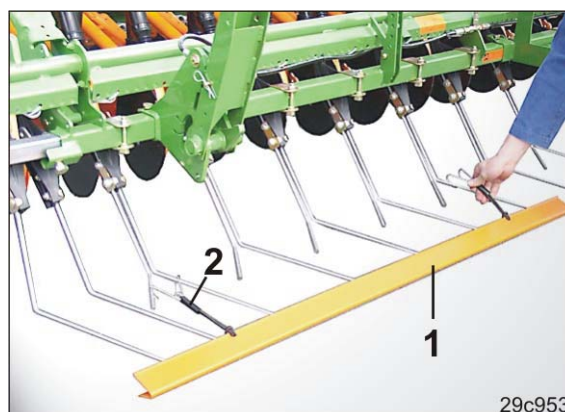

Fig. 209
1. Glissez la barre de sécurité routière en plusieurs parties (Fig. 209/1) sur les pointes de dent du recouvreur FlexiDoigts.
2. Fixez la barre de sécurité routière avec les fixations à ressort (Fig. 209/2) sur le recouvreur FlexiDoigts.